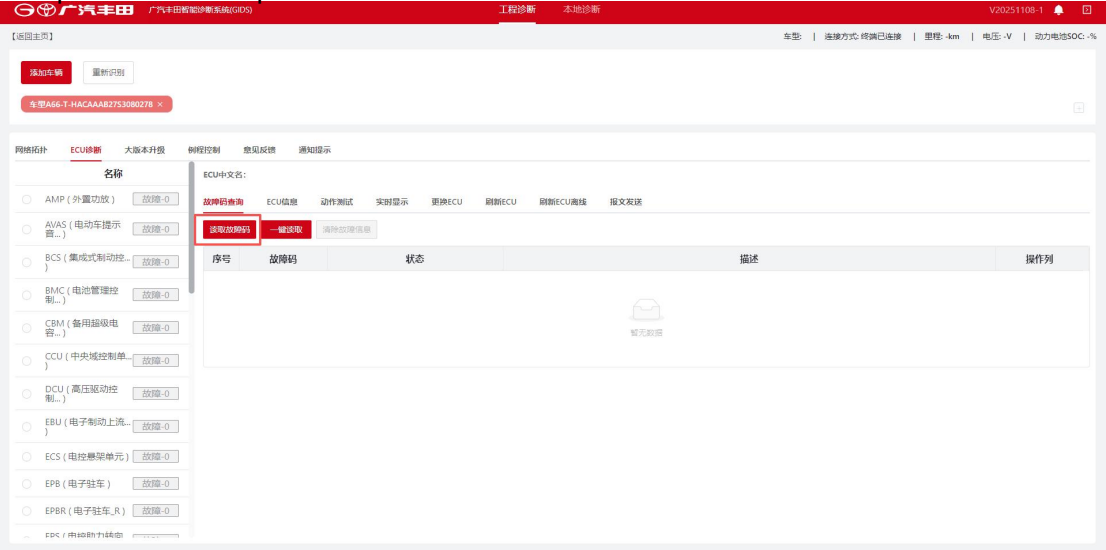

Рис. 5-3 Чтение кодов неисправностей
1. Выбрав ECU для чтения, нажмите кнопку «Чтение кодов неисправностей» в разделе запроса кодов неисправностей, как показано на Рис. 5-3 Чтение кодов неисправностей, и GIDS считывает коды неисправностей с автомобиля, отображая данные о текущих и исторических неисправностях.